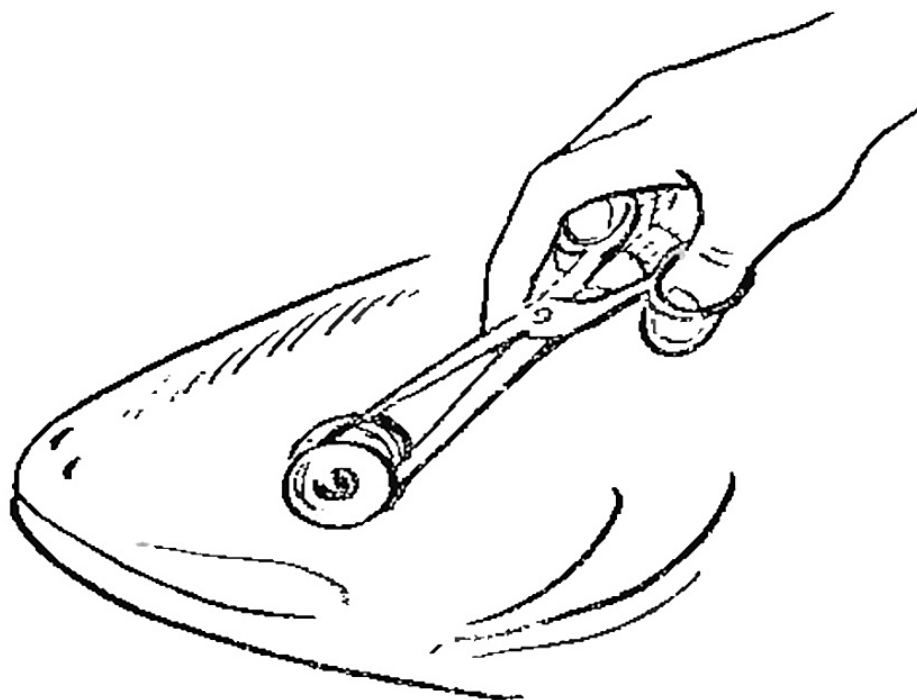

Рисунок 10 – Удаление глаз у рыбы
2.5. Очистите головную часть шкурки от мягких тканей: извлеките глазные яблоки (рисунок 10), удалите мозг через затылочное отверстие. Жабры можно не удалять, так как после высушивания они сохраняют свою форму и заполняют жаберные щели головы чучела.